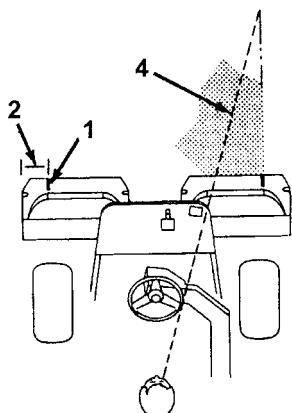

図30
2. その位置に白色テープか白ペンキで集草箱の縁と平行に目印を入れる（図30）。
3. 行きと帰りでのオーバーラップができるだけ小さくなるように運転します。隣の列との距離を一定に保って直進するには、本機の前方約2~3mを視野に捕らえておくのがポイントです。ハンドルを目印にして距離を合わせても良いでしょう。その場合、ハンドルの縁と本機前方の目標ラインとを重ねて見ながら運転します（図30, 31）。